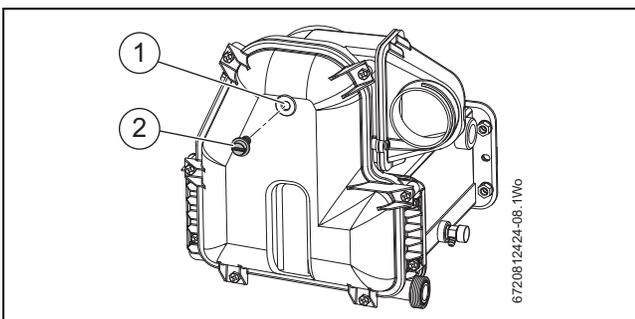

Bild 47 Abgas-Messöffnung
- ▶ Kappe an der Abgasmessöffnung anbringen [2] (Abb. 47, S. 28), nicht zu stark (handfest) anziehen.